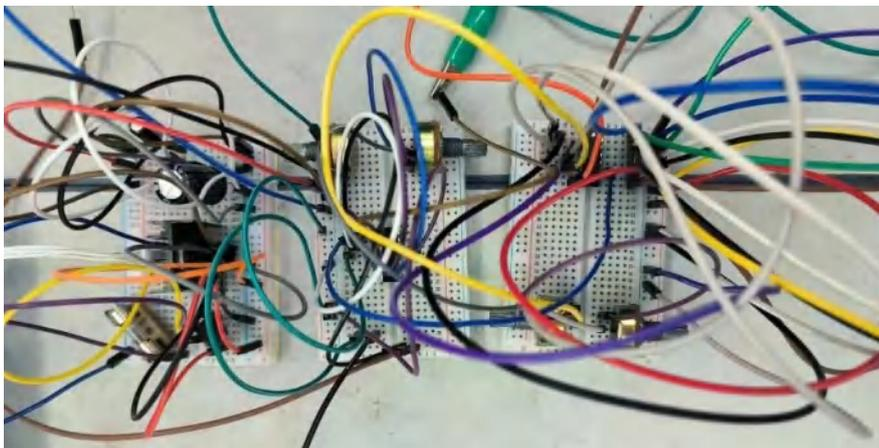
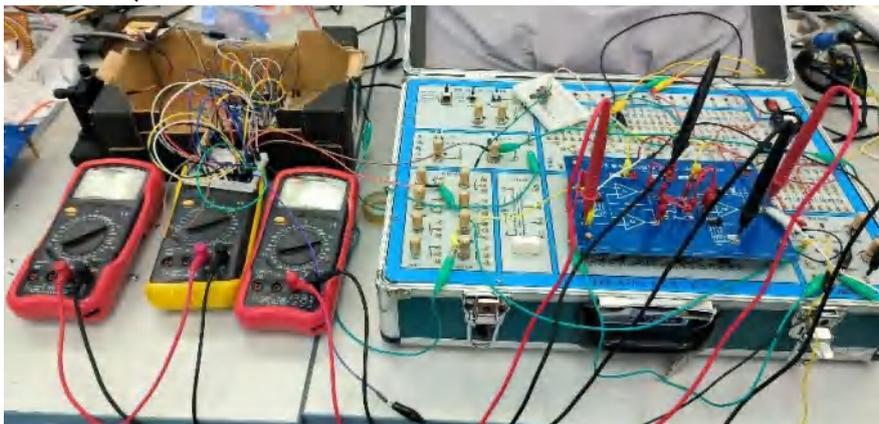

图 6 面包板搭建(左侧为 12V 稳压电源，中间为光电转换模块，右侧为程控放大器)
图7 仪器初步实现
(3)电路搭建：项目初期，负责利用面包板以及已有电路进行了实验实现，搭建了电源、光电转换以及程控放大器模块，并将其与之前已有的仪表放大器串联，完全实现了光功率计的功能，面包板搭建如图6所示，以及最终将各部分串联如图7所示。